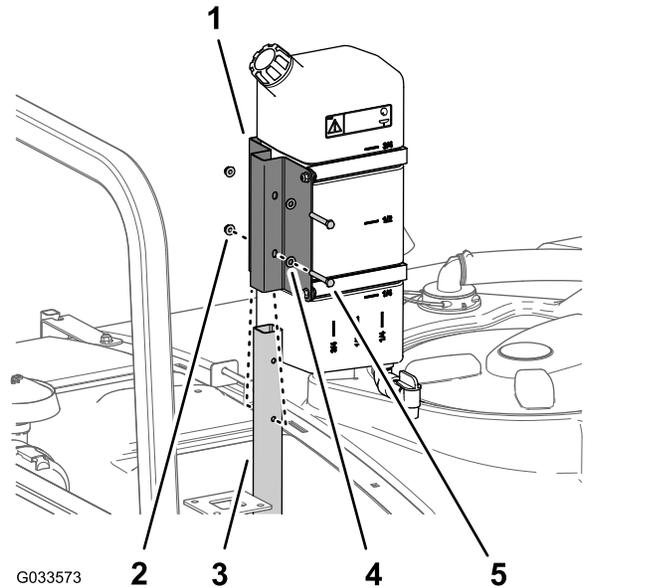

Рисунок 47
1. Установите бак пресной воды и крепление на опорную трубу с помощью двух болтов (5/16 x 2¼ дюйма) и 2 фланцевых контргаек (5/16 дюйма), как показано на Рисунок 47.